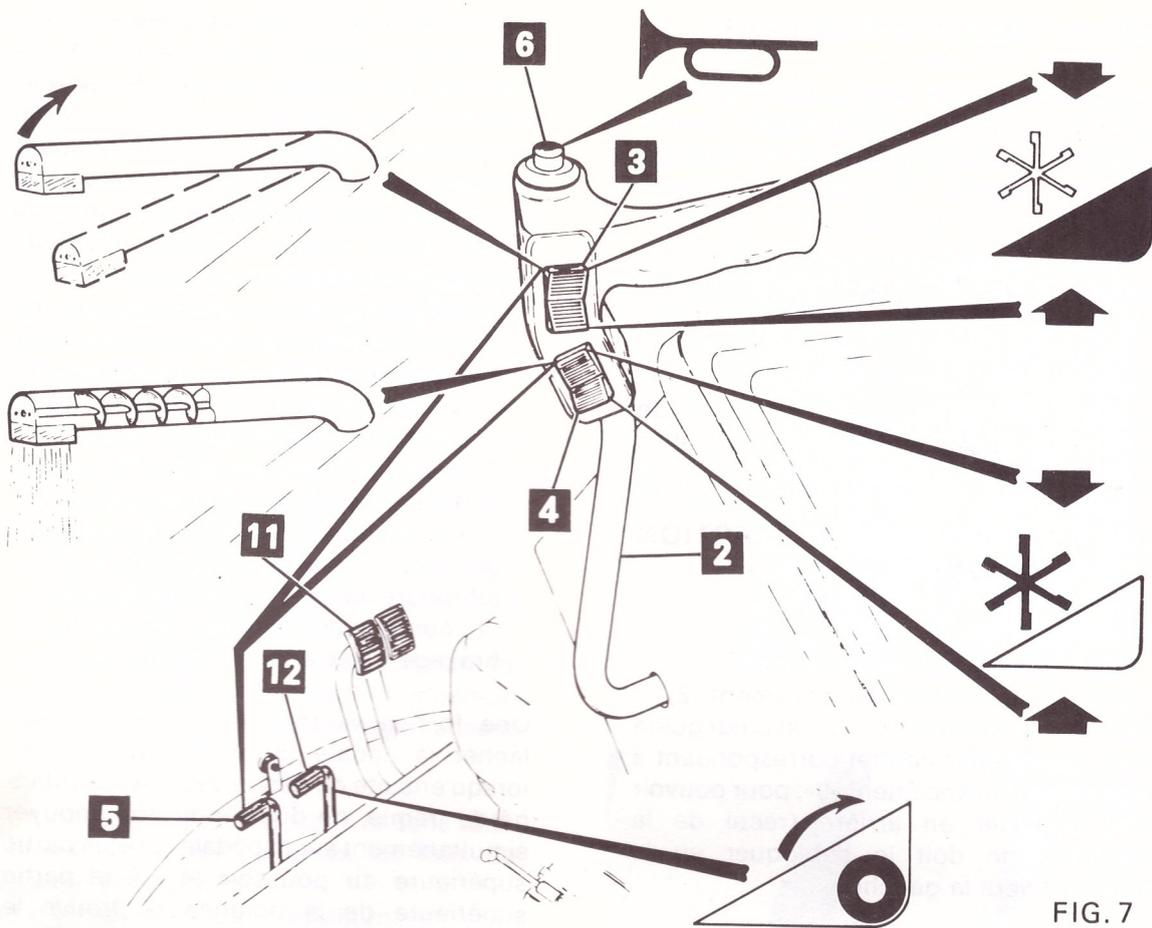

FIG. 7
Sur la face arrière de la poignée se trouvent deux poussoirs (3 et 4 fig 7). Le poussoir (3) sert à commander le relevage de la barre (en appuyant sur la partie supérieure du poussoir, la barre se baisse et vice-versa) ; le poussoir (4) permet la commande des rabatteurs (en appuyant sur la partie supérieure, les rabatteurs s'abaissent et vice-versa).
N.B. En appuyant sur la pédale gauche (5) les poussoirs commutent les commandes de la barre et des rabatteurs qui commandent ainsi l'orientation de la goulotte et l'embrayage de la vidange. Plus précisément en appuyant sur la partie inférieure ou supérieure du poussoir (3 fig 7) on fait sortir ou rentrer la goulotte et en appuyant sur la partie inférieure ou supérieure du poussoir, (4) on commande l'embrayage ou le débrayage de la vidange de trémie.
Une fois la vidange en action on peut lâcher la pédale (5) et le poussoir (4); lorsqu'ensuite on désire débrayer la vidange de trémie, on doit à nouveau appuyer simultanément sur la pédale (5) et la partie supérieure du poussoir (4). A la partie supérieure de la poignée se trouve le bouton poussoir d'avertisseur sonore (6 fig 7).